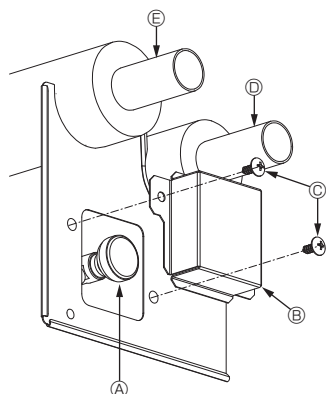

Fig. 6-1
6.2.2. Продувочный воздушный клапан внутреннего прибора (Fig. 6-1)
- ① Снимите крышку продувочного воздушного клапана.
- ② Поверните рукоятку на продувочном воздушном клапане, чтобы стравить воздух.
- ③ Продувочный воздушный клапан
- ④ Крышка продувочного воздушного клапана (Крутящий момент затяжки: 1,3 ± 0,3 Н·м)
- ⑤ Винт
- ⑥ Выпуск (к НВС/дополнительному КОМПЛЕКТУ КЛАПАНА)
- ⑦ Впуск (от НВС/гидроблока)